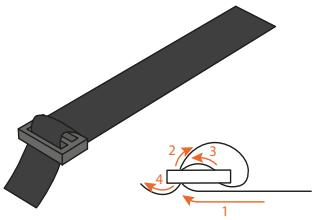

Figure 13 - Assemblage de la sangle et de la boucle.
- 14.** Prenez les boucles restantes et fixez-les aux sangles comme indiqué sur la figure 13.